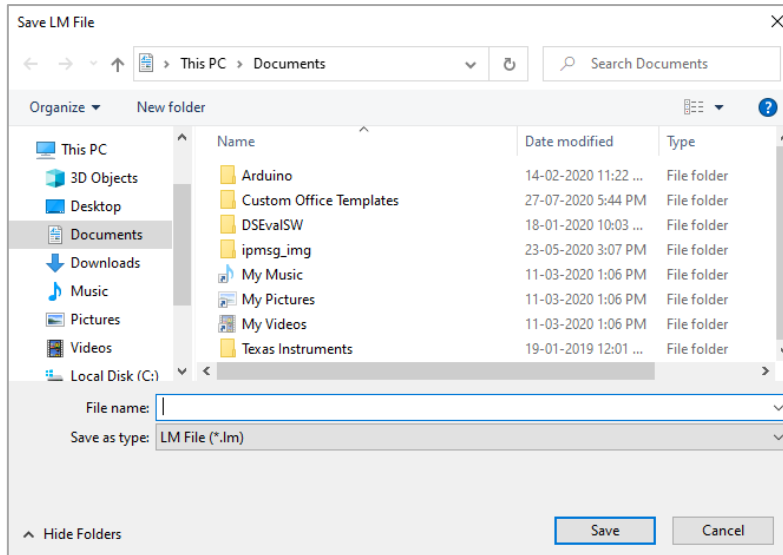

图 12 选择保存数据摘要的文件位置
- 选择下载选项，选择保存数据文件的适当文件路径和批任务文件名，然后在弹出窗口中按下按钮， 如图12所示。